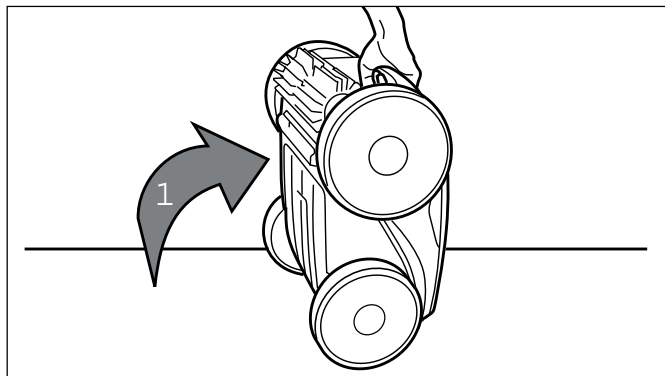

Figura 30. El limpiador en posición vertical
1. Levante el limpiador en posición vertical, para que la manija quede hacia arriba (Figura 30).